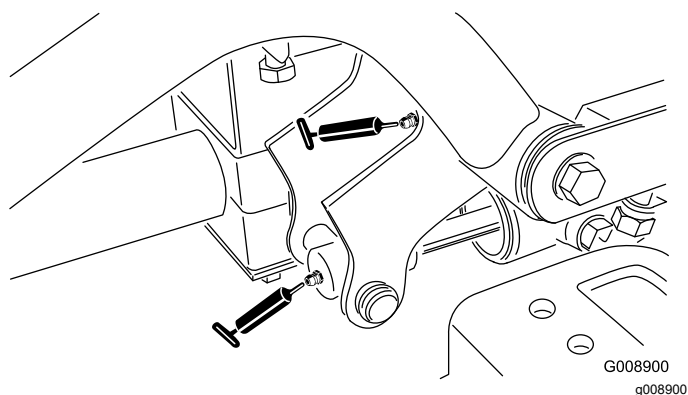

Рисунок 39
- Два правых передних шарнира подъемного рычага и подъемного цилиндра (Рисунок 39)